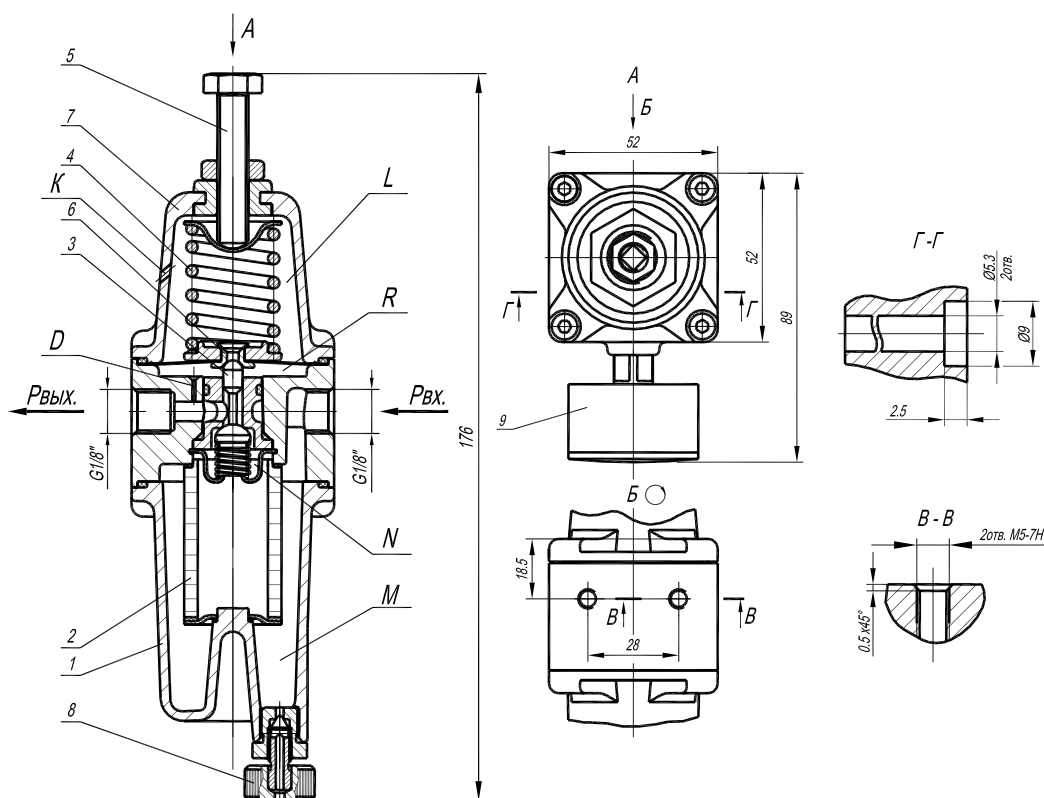

Рис.46 Конструкция и габаритные размеры РДФ 300.
Воздух от пневмомагистрали (Рис.46) подается через входной штуцер в полость М, образованную стаканом (1) и фильтроэлементом (2). Очищенный воздух из полости N при открытии нижней дроссельной пары клапана (3) подается потребителю через выходной штуцер. Входной и выходной штуцера одинаковы и имеют присоединительную резьбу G 1/8 ". Через дроссель D выходное давление подается в подмембранную полость R, уравнивая усилие, заданное пружиной (4) при помощи регулировочного винта (5). При перегрузке выходное давление пересиливает пружину, поднимает мембрану, а вместе с ней и седло (6) сбросной части клапана (3), обеспечивая сброс воздуха в атмосферу через отверстие К крышки (7). Слив конденсата обеспечивается отпиранием пробки (8). В стандартном исполнении РДФ 300 комплектуется манометром (9), по заказу имеется возможность установить манометр и на входе в РДФ 300.